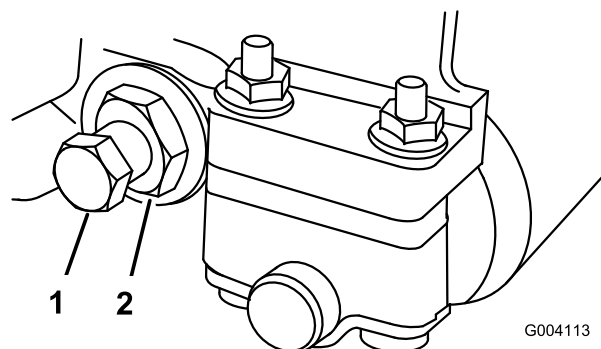

Figura 58
2. Faça recuar a porca da mola tensora até que a anilha deixe de estar sob tensão contra a barra de apoio (Figura 58).
3. Desaperte a porca de bloqueio que segura a cavilha da barra de apoio, em cada um dos lados da máquina (Figura 58).